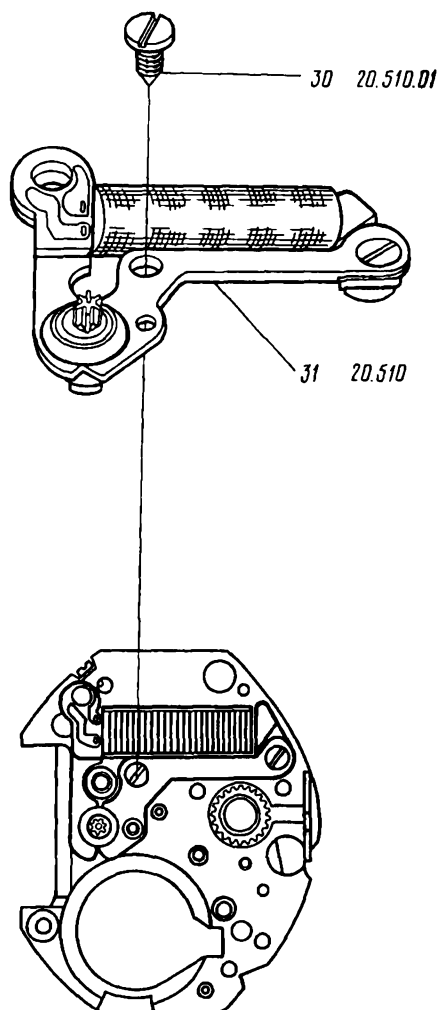

Рис. 28
32. Отвернуть и снять винт шагового двигателя 30 (рис. 28)